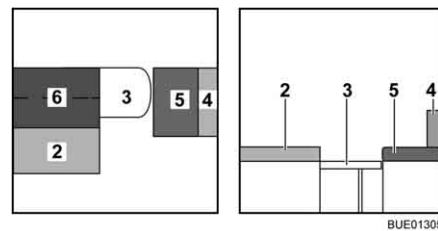

Fig. 133 Pendant la transformation
- Relever le coussin supplémentaire (Fig. 133,6) et le placer sur la table.